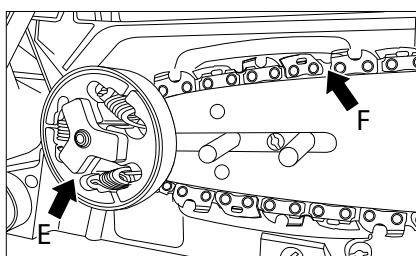

Fig. 8
6. Glisați lanțul (2) peste cuplaj pe roata de lanț a fierăstrăului (E) . Aveți grija ca zalele lanțului să se pozeze exact pe dantura roții (Fig. 8).
7. Așezați acum lanțul peste vârful șinei. Aveți grija ca zalele lanțului să se așeze în canalul șinei (F) de ghidare (Fig. 8).